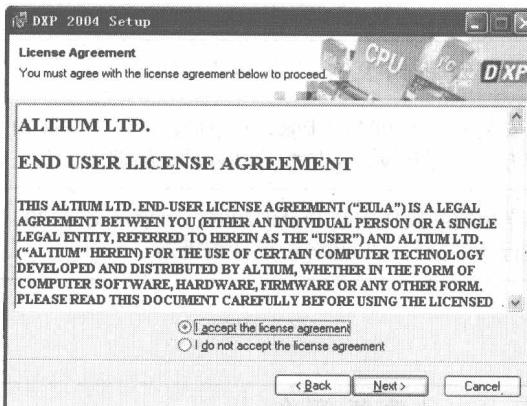

图 1-3 安装授权许可对话框
(2) 单击 **Next >** 按钮，进入如图 1-3 所示窗口。选中 “I accept the license agreement” 选项，即可正式进入 Protel 2004 的安装。